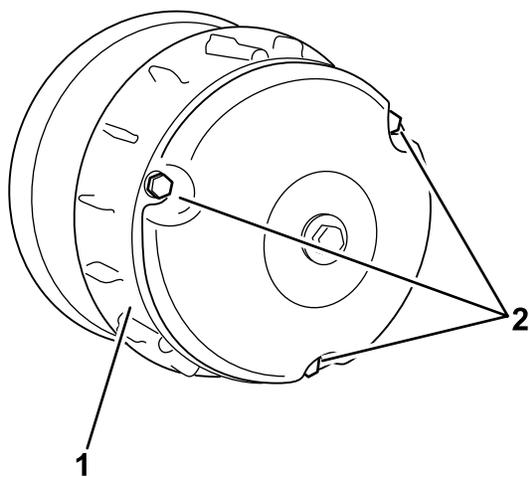

Figura 66
2. Togliete i 3 bulloni che fissano il carter della frizione e togliete il carter (Figura 66).
4. Montate il carter della frizione e fissatelo con i 3 bulloni (Figura 66) tolti in precedenza 2.